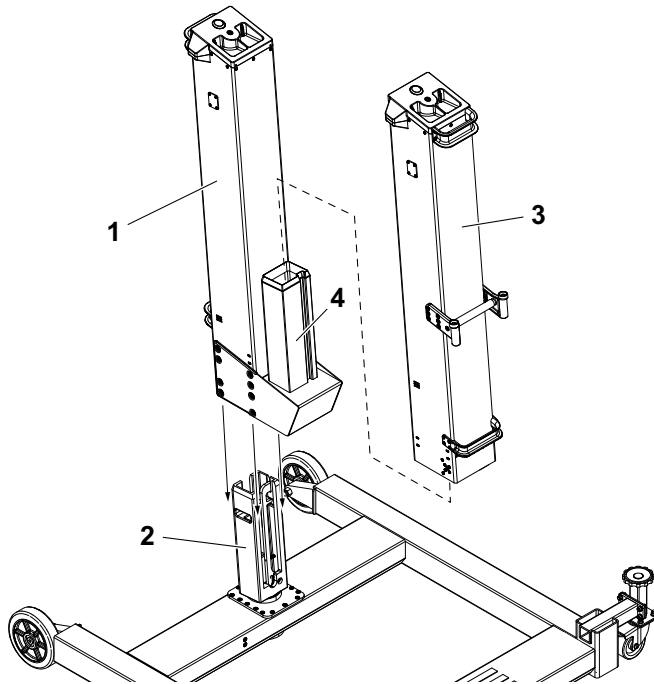

Figura 3-9. Instalação do mastro na base/suporte (FT140)
FT140 — (consulte a Figura 3-9.) Instale o conjunto do mastro FT140 (1) no suporte do mastro FT140 (cepo) (2). Em seguida, instale o conjunto do mastro FT70 (3) no suporte do mastro FT70 (cepo) (4) situado no conjunto do mastro FT140 (1).